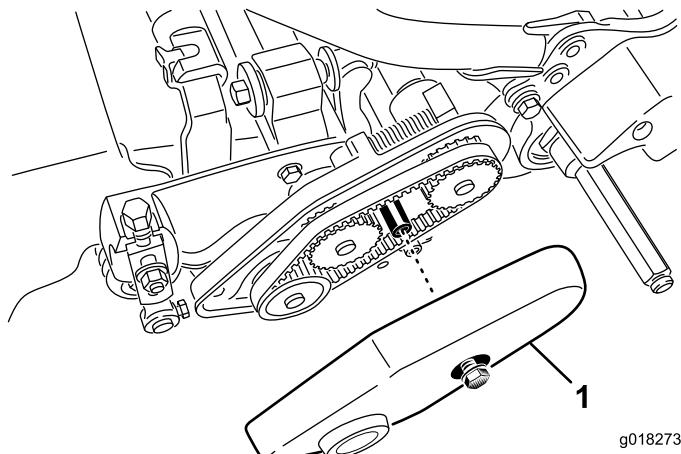

Figura 41
1. Afloje el perno que sujetla la cubierta de la correa y retire la cubierta de la correa para tener acceso a la correa (Figura 41).